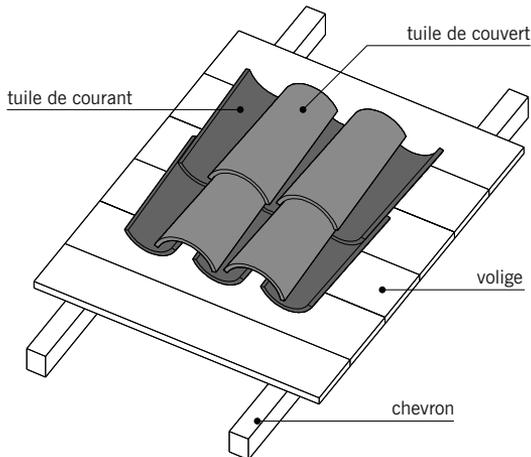

fig. 7.1
- Les **voliges** qui sont des planches jointives clouées sur les chevrons et destinées à supporter une couverture en tuiles, en ardoises ou en bardeaux d'asphalte. L'ensemble des voliges posées constitue le **voligeage** (fig. 7.1).